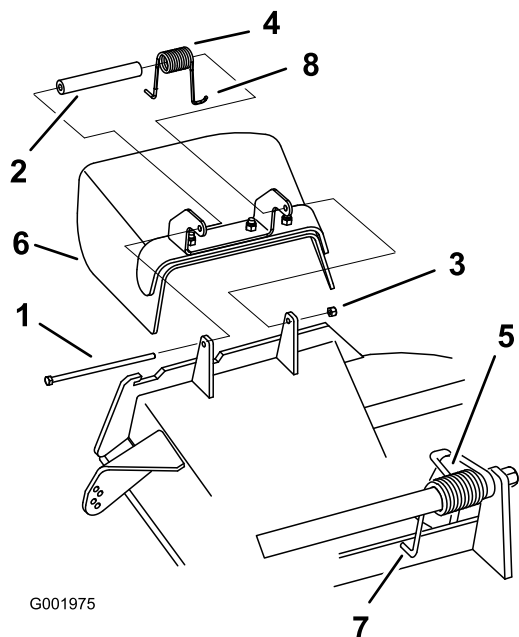

Figure 80
1. Retirez le contre-écrou, le boulon, le ressort et l'entretoise qui fixent le déflecteur aux supports de pivot (Figure 80). Enlevez le déflecteur s'il est endommagé ou usé.
Remarque: Prenez soin de placer l'extrémité en **L** du ressort derrière le bord du plateau avant de mettre le boulon en place, comme indiqué à la Figure 80.
- Remettez le boulon et l'écrou. Accrochez l'extrémité en **J** du ressort au déflecteur d'herbe (Figure 80).